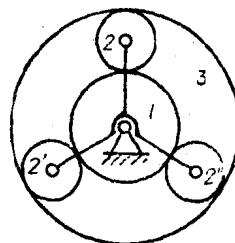

图 2-2
4) 如果在机构中存在着结构上完全相同的部分，那末那些与机构运动的传递并无影响的相同部分带入的约束将为虚约束。例如在图2-2所示的齿轮传动机构中，在齿轮1和内齿轮3之间同时装入了尺寸完全相同的三个齿轮2、2'及2''，显然，从传动的观点来看，在这三个尺寸完全相同的齿轮中，只要有一个（例如齿轮2）就够了，而再装入的两个齿轮（2'及2''）并不影响机构的运动传递。所以，从运动的观点来看多装入的这两个齿轮所带入的约束将为虚约束。